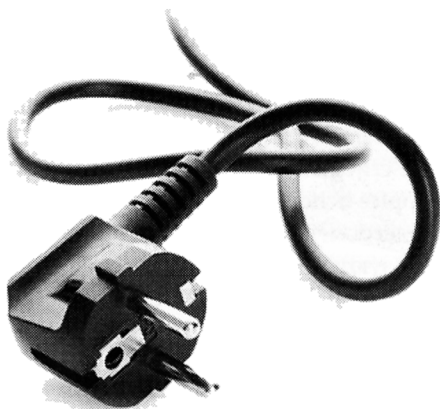

Рис. 2.4. Шнур и вилка с заземлением
**Шнур.** Часто можно услышать словосочетание «электрический шнур», хотя чем он отличается от кабеля или провода, не всегда понятно (рис. 2.4). Шнур — это провод, состоящий из двух или более многопроволочных гибких жил, каждая из которых заключена